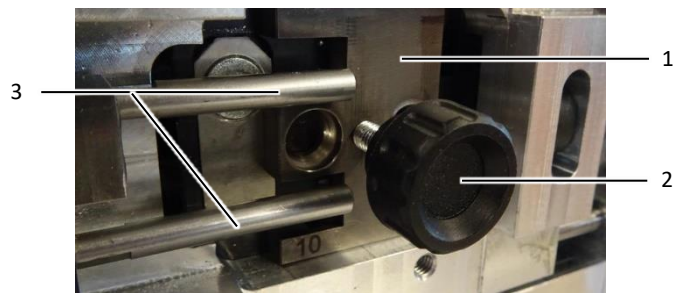

Imagen 8 : Alojamiento de manguitos con pernos guía
- Extraer con el tornillo moleteado (imagen 8, pos. 2) el alojamiento de manguitos (imagen 8, pos. 1).
- Prestar atención a los pernos guía (imagen 8, pos. 3) al realizar el desmontaje y montaje.